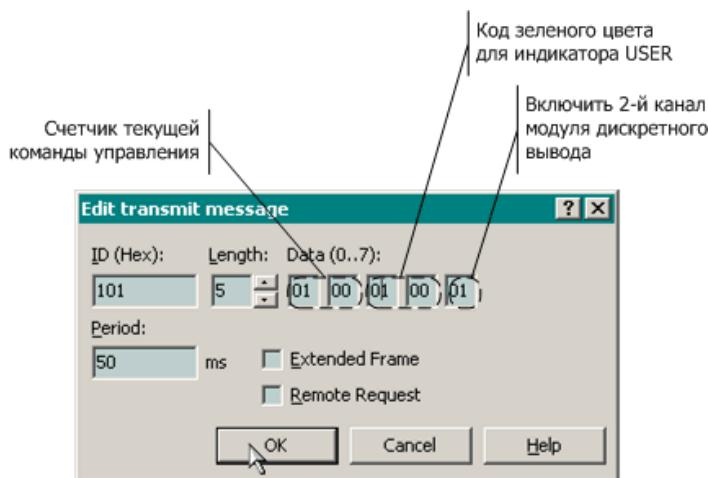

Рис. 58. Создание сообщения с CAN-ID=101Н для передачи команд управления контроллеру
5. Для имитации команд управления, поступающих контроллеру от другого узла сети, добавьте сообщение с идентификатором 101Н. Для этого выполните команду меню **Transmit-New** и в появившейся диалоговой панели **New transmit message** введите значения параметров сообщения, как показано на рис. 58, и нажмите кнопку OK. Второй канал модуля дискретного вывода немедленно включится, индикатор USER на передней панели контроллера будет светиться зеленым цветом, а в первых двух байтах сообщения 12CH, передаваемого контроллером, появится значение счетчика последней выполненной команды.